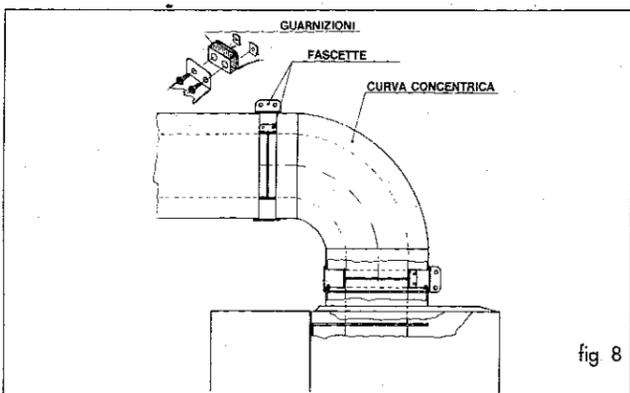

fig 8
- fissare l'apparecchio alla parete e collegare il condotto speciale alla curva concentrica utilizzando le apposite fascette, come indicato in fig 8.